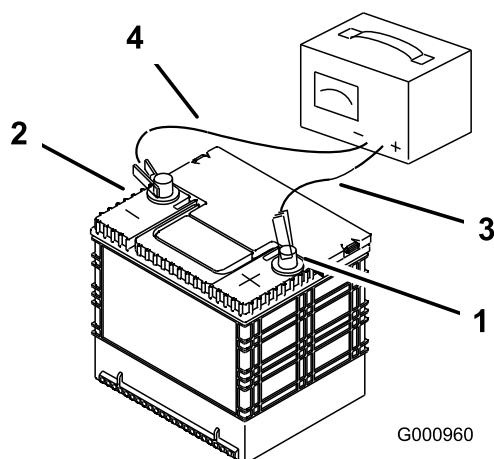

Figura 54
2. Cuando la batería esté completamente cargada, desconecte el cargador de la toma de electricidad, luego desconecte los cables del cargador de los bornes de la batería (Figura 54).